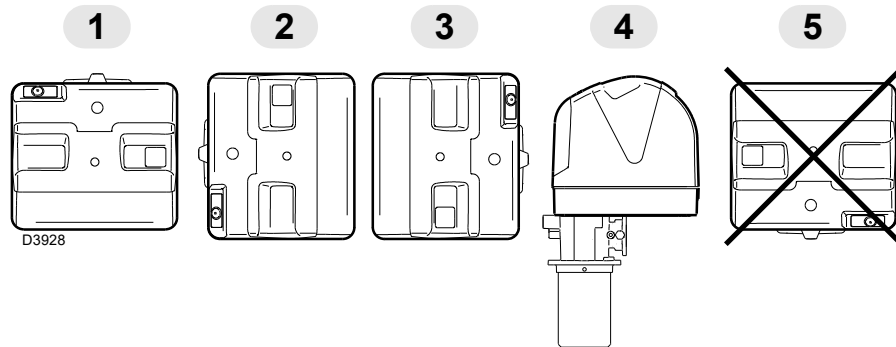

Fig. 7
- El quemador está preparado exclusivamente para el funcionamiento en las posiciones 1, 2, 3 y 4 (Fig. 7).